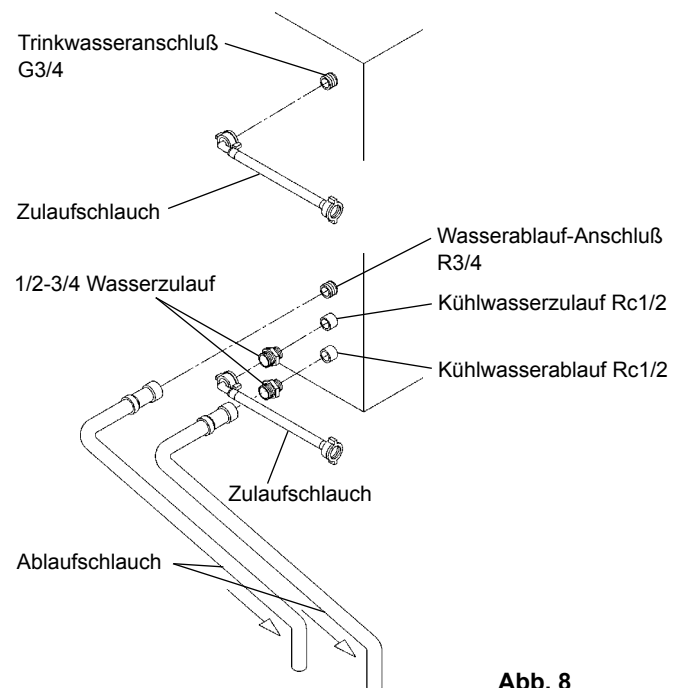

Abb. 8
[b] Anschlüsse entsprechend anderer als der WRC-Bestimmungen für Zubehörschläuche (Abb. 8)
2) Zum Anschluß des Verflüssigers mit den mitgelieferten Zubehörschläuche die gleichen Verbindungen wie oben in 1) bis 3) von [a] an den freien Enden der 1/2-3/4 Wasserzuläufe wie dargestellt (Abb. 8) verbinden.